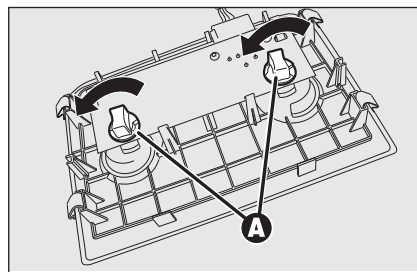

fig. 43
- ☐ ruotare in senso antiorario i due portalampe **A-fig. 43**, estrarre le lampade e sostituirle.